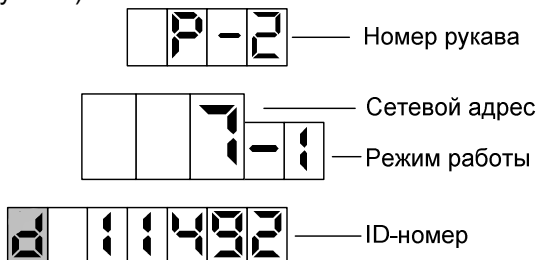

Рисунок 3
– отображение сетевого адреса, режима работы и ID-номера рукава (рисунок 3).